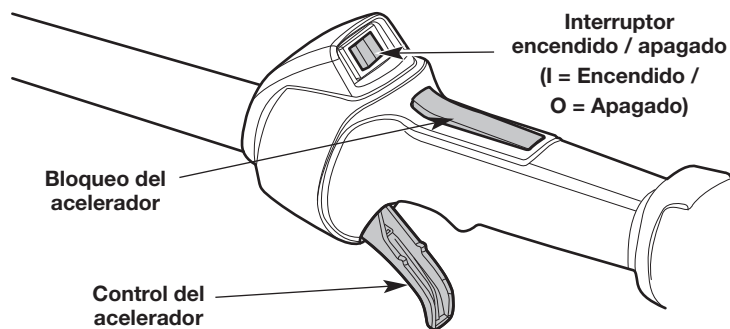

Fig. 11
NOTA: No hay necesidad de encender la unidad. El interruptor de Encendido/Apagado debe estar en la posición **Encendido (I)** en todo momento (Fig. 11).
5. Oprima y mantenga apretado el bloqueo del acelerador (Fig. 11). Apriete y mantenga oprimido el control del acelerador (Fig. 11).
2. Oprima y no suelte el interruptor de control de Encendido y Apagado en la posición **Apagado (O)** hasta que el motor se detenga por completo (Fig. 11).
6. Oprima y mantenga apretado el bloqueo del acelerador (Fig. 11). Apriete y mantenga oprimido el control del acelerador (Fig. 11).